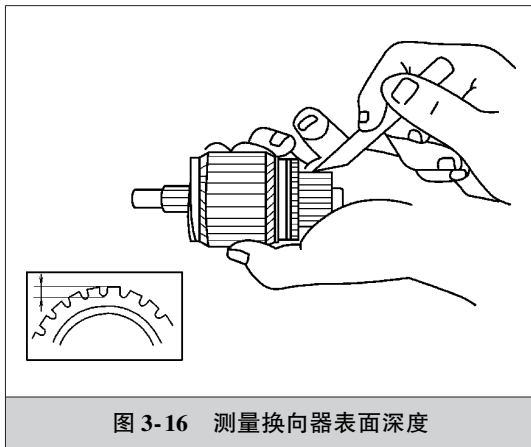

图 3-16 测量换向器表面深度
4) 如图 3-16 所示, 测量换向器表面到绝缘架的深度。以马自达起动机为例, 若小于 0.2mm 则切割至 0.5mm。